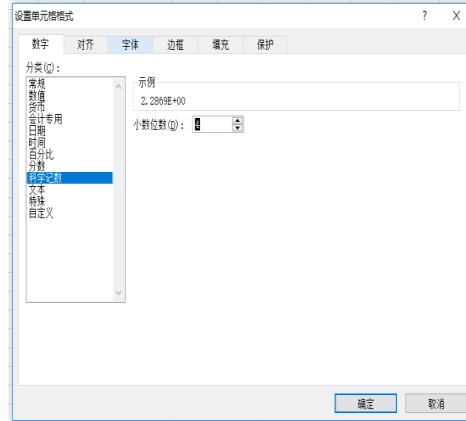

图7-1-6 科学计数
2. 将电阻字段选中,并设置其单元格属性设置为:科学记数,小数位数4位。如图7-1-6所示。